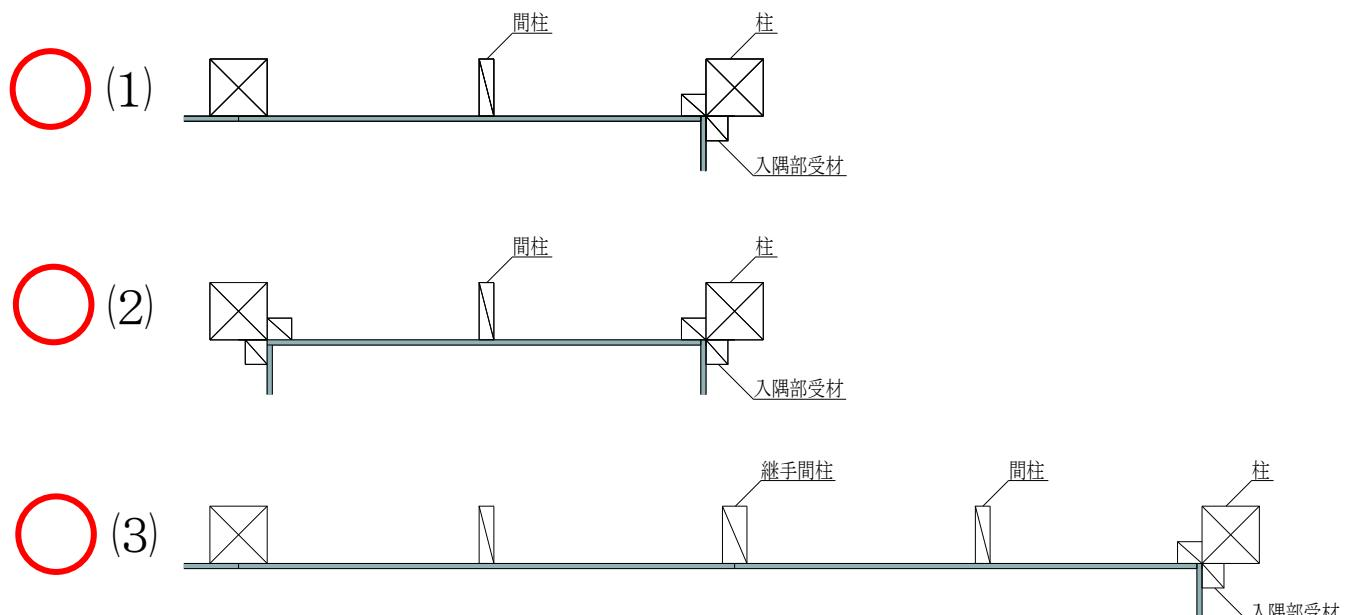

図9 入隅部の納まり図①
- ・1 つの耐力壁について、(1)片側に入隅部がある場合、(2)両側に入隅部がある場合のいずれも耐力壁（2.5 倍）とできます（図 9）。尚、入隅部面材の勝ち負けおよび 1P・2P は問いません（例：(3)）。